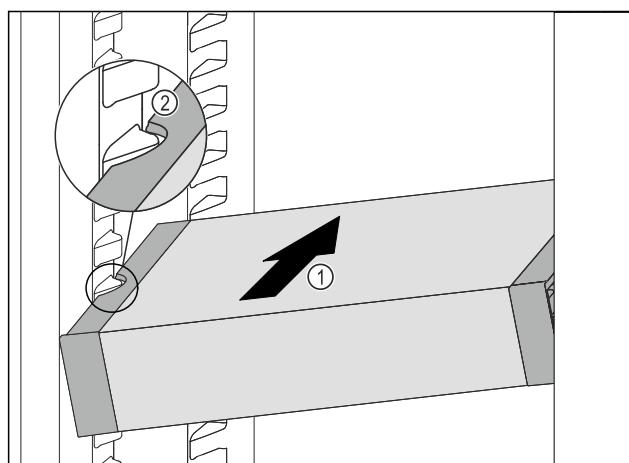

Fig. 104
► VarioSafe schräg in das Kühlteil einschieben Fig. 104 (1), bis sich die seitlichen Aussparungen Fig. 104 (2) des VarioSafes auf Höhe der Behälterrippe im Kühlteil befinden.